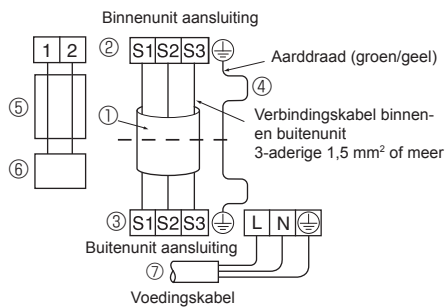

Fig. 7-4
- Leg de bedrading aan zoals aangegeven in het diagram links onderaan. (Schaf de kabel ter plaatse aan) (Fig. 7-4)